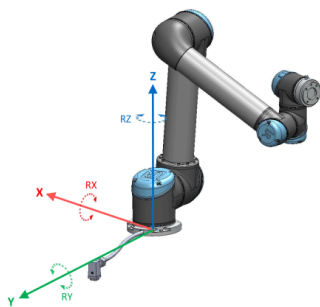

Figura 16.1: Opțiune de bază
- Caracteristica de bază este amplasată cu originea în centrul bazei robotului (vezi figura 16.1)